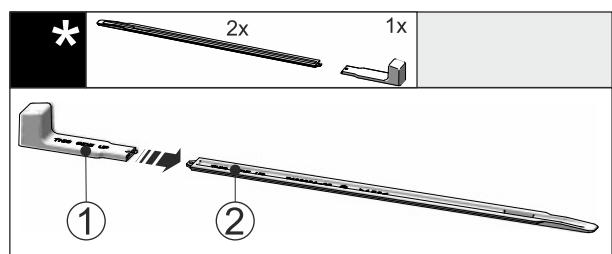

Fig. 54
- Stikk monteringshåndtakene Fig. 54 (1) på nivelleringsskinne Fig. 54 (2).